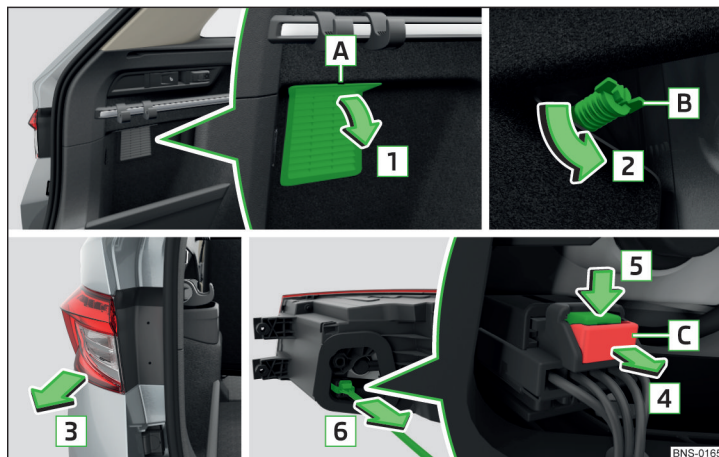

Fig. 377 Demontarea lămpii/scoaterea conectorului
- Îndepărtați grilajul respectiv **A** în sensul săgeții **1** » fig. 377.
- › Împingeți conectorul contrar sensului săgeții **6** » fig. 377 în blocul optic.
- › Înșurubați șurubul **B** în sensul opus săgeții **2** » fig. 377.